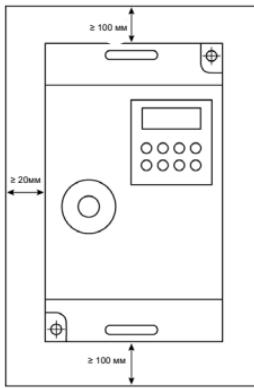

Рис. 3.1 – Требования к минимальным воздушным зазорам
- Для всех типоразмеров допустимое расстояние между ПЧ - 100 мм по вертикали; по горизонтали: для типоразмера 3 - 20 мм, для типоразмеров 1 и 2 - нет строгих требований к размещению по горизонтали (см рис. 3.1).